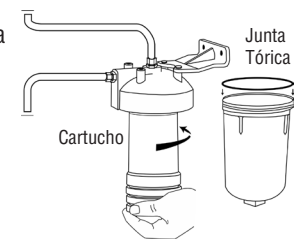

Figura 11
11. Instale el cartucho enrosándolo al cabezal unas 5 ó 6 vueltas. No lo apriete demasiado. Lubrique la junta tórica con una película delgada de lubricante con base de silicona y póngalo en la ranura del armazón. Enrosque el armazón al cabezal de nuevo, apretándolo con la mano. Usar la llave para apretar el armazón podría dañarlo y resultar en pérdida de agua. (Figura 11)